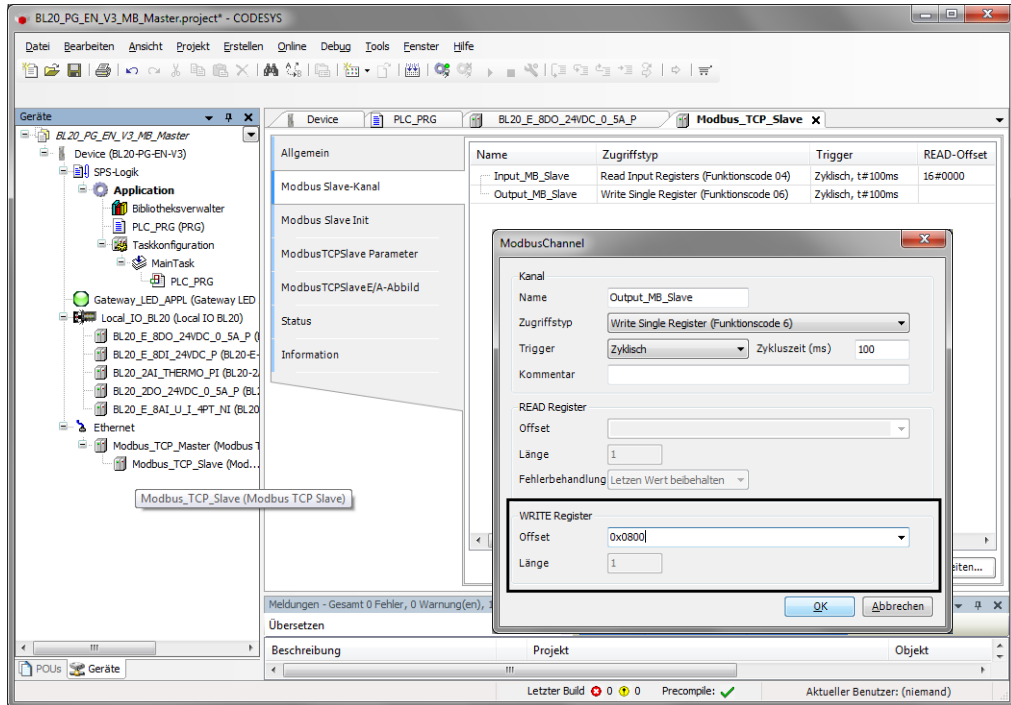

Abb. 31: Modbus Slave-Kanäle hinzufügen
- Achten Sie dabei auf die Prozessdaten-Offsets des Slaves. Im Beispiel (**Abb. 31: Modbus Slave-Kanäle hinzufügen**) befinden sich die Prozessausgangsdaten des Modbus-Slaves ab Register 0x0800.